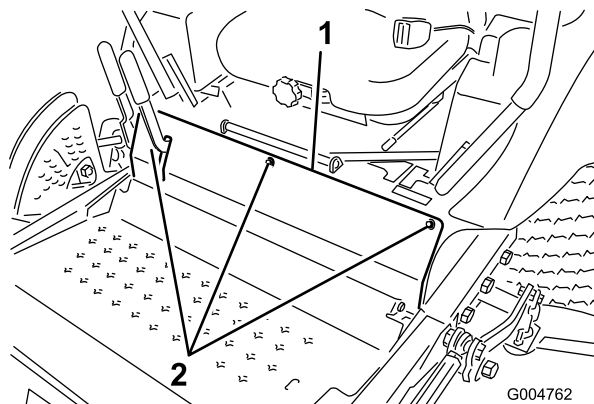

Figura 65
3. Togliete i bulloni che fissano il pannello anteriore, e rimuovete il pannello (Figura 65).